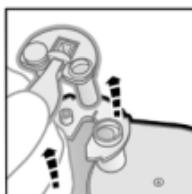

Fig. 1
2. Prindeți marginea între degetul mare și index în timp ce îl țineți bine cu cealaltă mână și scoateți complet capacul de pe cartuș. (Fig. 1)